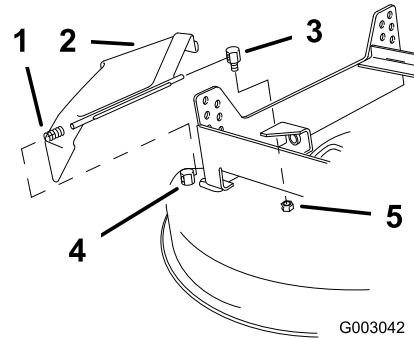

Figura 55
1. Retire la contratuerca que sujeta el pivote trasero del deflector al cortacésped y retire el pivote trasero (Figura 55).
2. Retire el conjunto del deflector del pivote delantero (fijo) y retire el conjunto del deflector del cortacésped (Figura 55).
5. Instale el pivote de deflector trasero en el cortacésped y apriete la contratuerca (Figura 55). El muelle debe